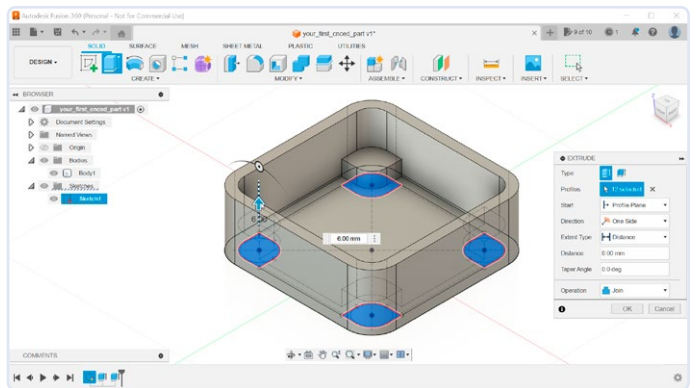

Figure 12. Extrusion des quatre supports.
12. Nous pouvons maintenant, à nouveau, terminer l'édition du sketch en cliquant sur le bouton **Finish Sketch**, et nous pouvons extruder les supports. Comme le corps est visible, il peut être difficile de sélectionner les différentes faces du sketch. Une solution plus facile est de cacher temporairement **Body1** du navigateur, sélectionner l'outil **Extrude** (**figure 12**), et sélectionner les formes du sketch. Cependant, avant d'extruder, vous devez montrer **Body1** pour que les supports soient connectés avec ce corps. La distance devrait être de 6 mm, et, dans la boîte de dialogue **Extrude**, assurez-vous que la fonction **Operation** soit sur **Join**.